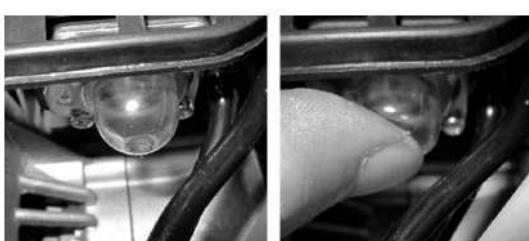

Рисунок 23
1. Несколько раз нажмите на топливный насос, пока он не заполнится топливом (рис.23).